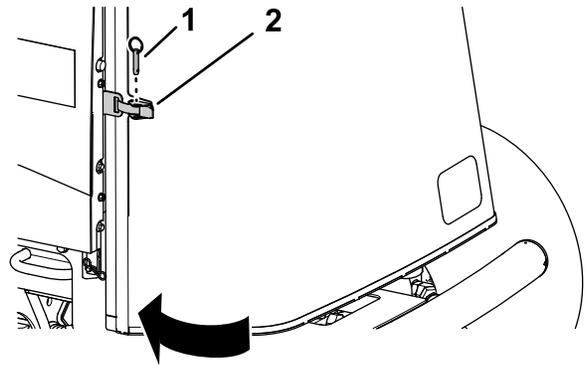

Figura 99
1. Chiudete e bloccate la griglia (Figura 99).